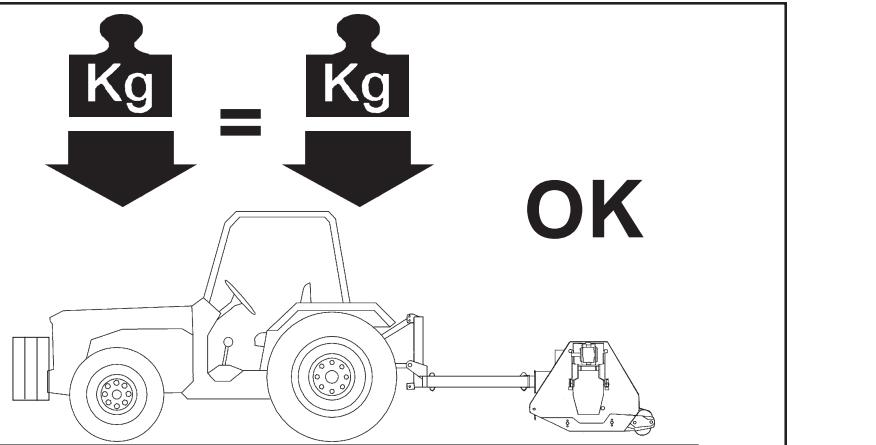

Fig. 4
È consigliabile pertanto aggiungere apposite zavorre nella parte anteriore del trattore in modo da ripartire adeguatamente il peso sugli assi (Fig. 4).
- 8) Assembly of a implement on the tractor will shift the weights on the axles. It is therefore advisable to add weights to the front part of the tractor in order to balance the weights on the axles themselves (Fig. 4).
- 8) L'application d'un équipement supplémentaire au tracteur entraîne une répartition différente des poids sur les essieux. Ajoutez donc les masses de lestage nécessaires à l'avant du tracteur de manière à équilibrer les poids (Fig. 4).
- 8) Der Anbau eines Zusatzgerätes am Schlepper führt zur Verlagerung der Achslasten. Am Schlepper ist daher Frontballast anzubringen, um das Gleichgewicht wieder herzustellen (Abb. 4).
- 8) La aplicación de un equipo adicional al tractor, implica una distribución del peso distinta sobre los ejes. Es aconsejable por lo tanto agregar oportunos contrapesos en la parte delantera del tractor para así equilibrar los pesos sobre los ejes (Fig. 4).